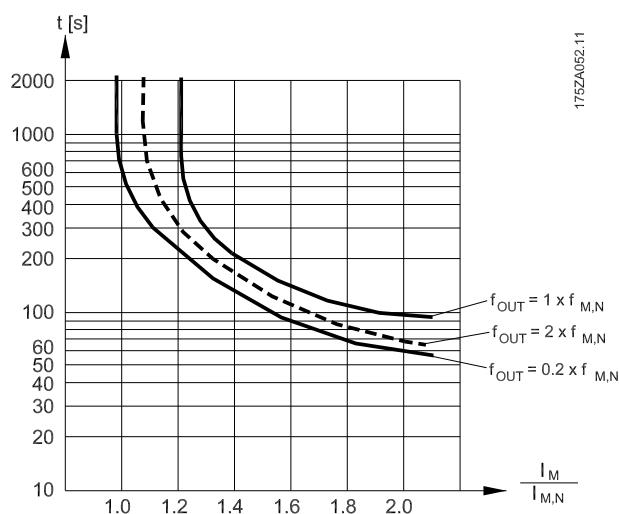

Рисунок 3.17 Характеристики электронного теплового реле
- Электронное тепловое реле (ЭТР) для асинхронных двигателей имитирует биметаллическое реле на основе внутренних измерений. ЭТР измеряет фактический ток, скорость и время для вычисления температуры двигателя и его защиты от перегрева путем выдачи предупреждения или отключения питания двигателя. Характеристики ЭТР показаны в Рисунок 3.17.